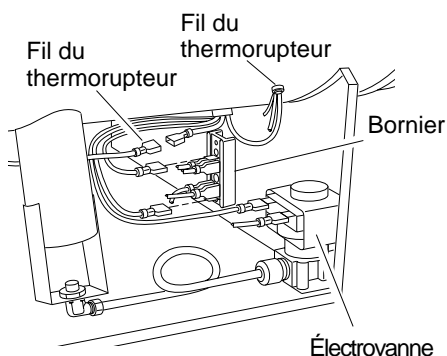

Figure 6 - Emplacement des fils du moteur
21. Brancher les fils du moteur comme suit (voir la figure 6, page 7) :